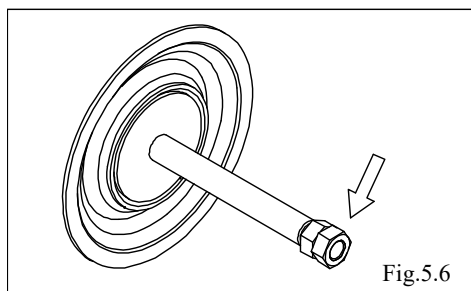

Fig.5.6
- 拆下带有双螺母的另一端的中盘(外侧), 从中央连杆上取下中盘(内侧)和隔膜。(Fig.5.6)